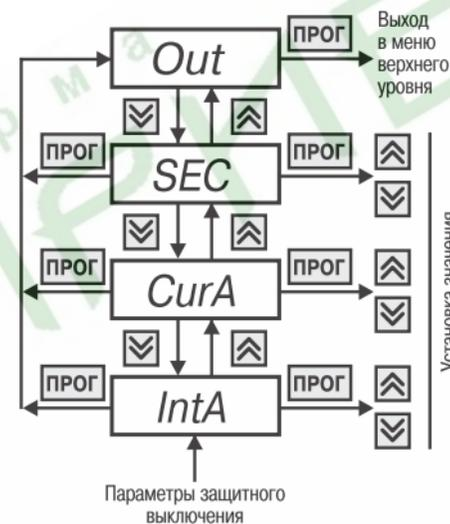

Рис. 17
6.2.2.6. **Группа «RLr»** предназначена для установки параметров защитного отключения (рис. 17). Код доступа для этой группы «_44».